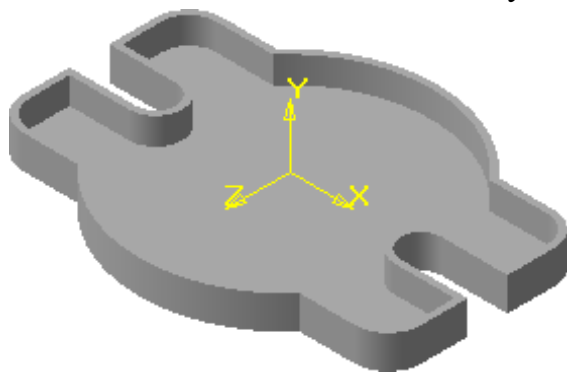

Рис. 4.1
14. Деталь примет требуемый вид, как на рис.4.1